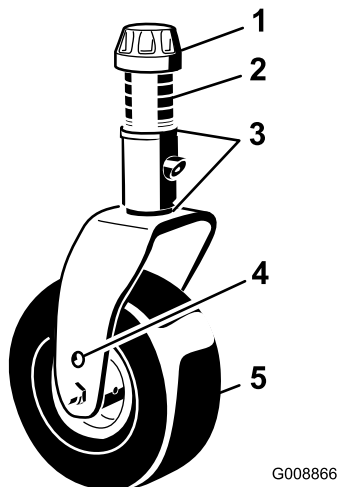

Figura 16
4. Togliete il cappuccio di tensione dall'asse del perno ed estraete il perno dal braccio della ruota orientabile (Figura 16).